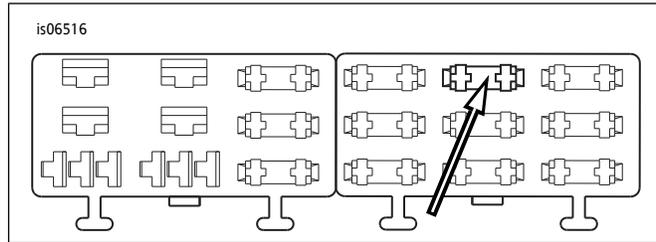

图9. “P&A IGN”保险丝盒空腔(2004-2010年款软尾车型)
4. 参见图9。在右保险丝盒中找到保险丝盒盖上标为“P&A IGN”的保险丝空腔(1)。在橙色/白色适配器电线上插入接线端直至其停止。参照附近的工厂安装接线端进行对比,检查确认朝向和深度是否正确。